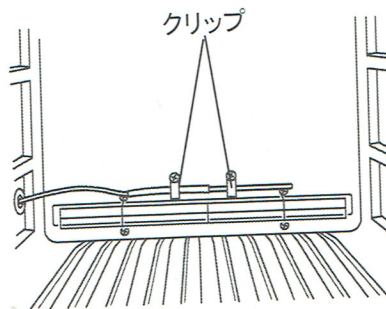

図 19
6. 記録計取付金具(MPR-S7:別売品)に同梱されているクリップを用いて、保冷库用の記録計のセンサを保冷库内奥側の取付孔に固定します。(図 19)